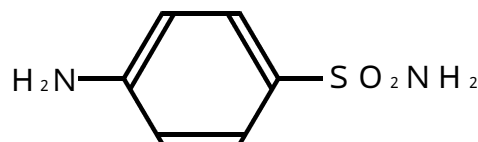

図2 サルファ剤の基本構造
- (2) 大腸菌やサルモネラ菌などの細菌類の発育を阻止するサルファ剤の基本構造はP-アミノベンゼンスルホンアミドである（図2）。アミノ基を含むためニンヒドリン反応を示す。